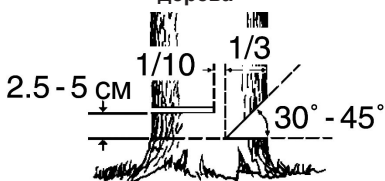

Рис. 9. Расположение запила и пропила
- Сделайте запил с той стороны, куда должно упасть дерево. Глубина запила примерно $1/3$ диаметра ствола под углом $30-45^\circ$ (Рис. 9).